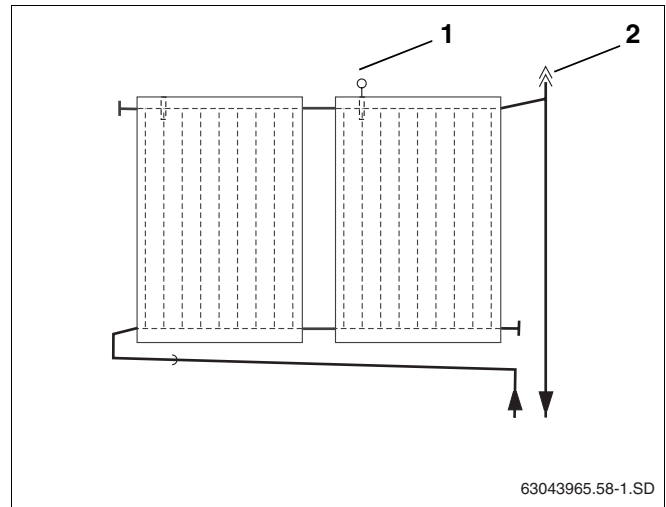

Fig. 53 Vista del acumulador de aire con purgador para la conexión de impulsión
Si se desea purgar el equipo solar con un purgador automático (accesorio) en el punto más alto del equipo, es necesario colocar la tubería de impulsión con pendiente hacia el purgador (fig. 53, **pos. 2**) y la tubería de retorno con pendiente hacia el campo de colectores (fig. 53).